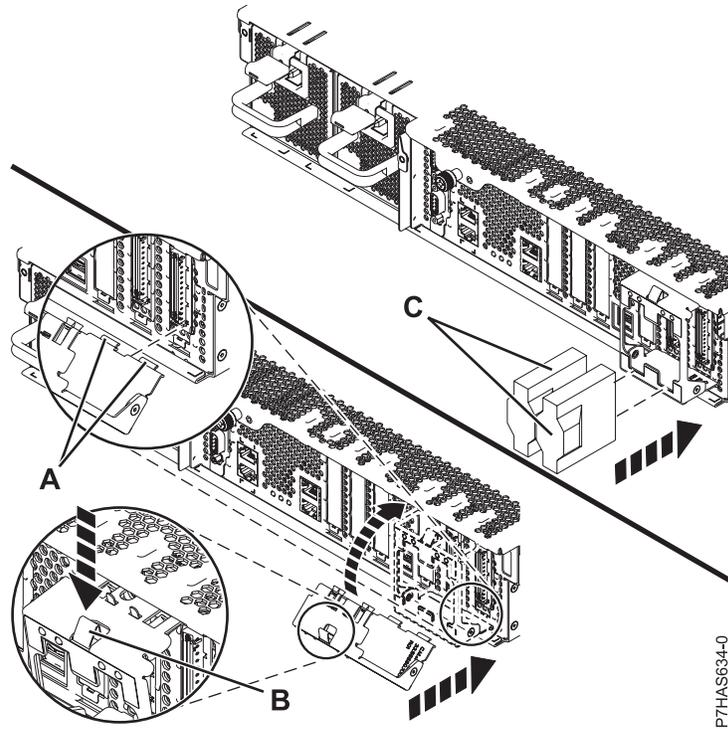

Abbildung 4. Kabelhalterung installieren
16. Wenn die Kabelhalterung (A) (siehe Abb. 4 auf Seite 6) bereitgestellt wird, führen Sie die folgenden Schritte aus:
- a. Drehen Sie die Kabelhalterung (A), um die untere Haltezunge der Halterung in den Schlitz in der Baugruppe einzuhaken.
- b. Drehen Sie die Kabelhalterung zum Gehäuse hin und schieben Sie die Halterungsverriegelung (B) in die Gehäuseöffnung, um die Halterung zu befestigen.
17. Schließen Sie an der Rückseite des Systems die Adapterkabel (C) an.